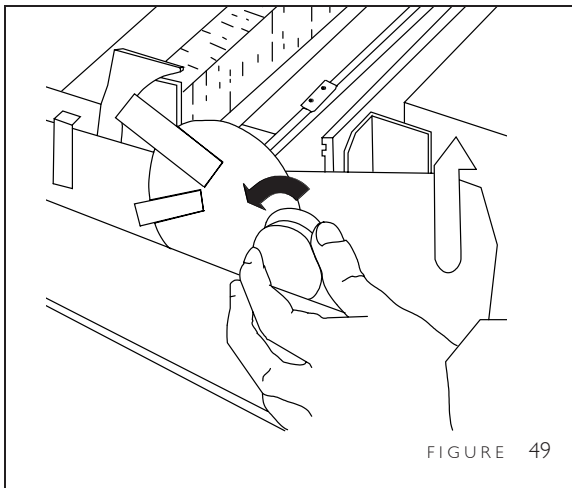

FIGURE 49
d. De la main gauche, faire tourner la poulie vers le fond de la relieuse—dans le sens inverse des aiguilles d'une montre (figure 49). La platine tourne quand on fait tourner la poulie.